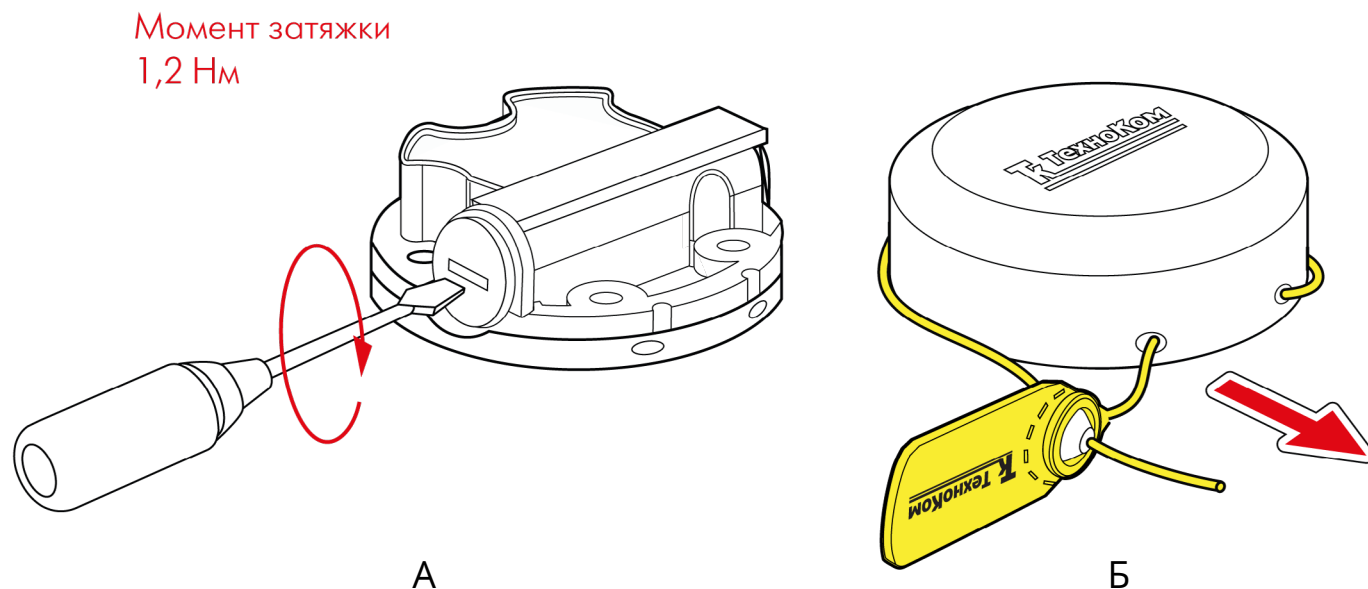

Рис.34. Окончание замены батареи.
5. Закрутить резьбовую заглушку с моментом затяжки 1,2 Нм (Рис.34, А).
7. Установить на корпус защитную крышку и новую пластиковую пломбу ФАСТ 330 (Рис.34, Б).